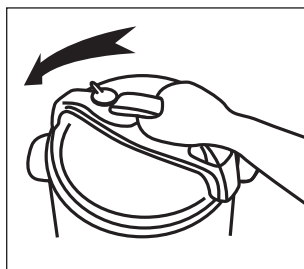

Рисунок 8
4. Закройте Крышку (2), для этого выполните действия описанные ниже.
- Проверьте, чтобы Уплотнительное кольцо (20) было правильно расположено и надежно зафиксировано в Крышке (2) прибора. Убедитесь, что Уплотнительное кольцо (20), находится внутри Внутреннего стального кольца (21).
- Если Уплотнительное кольцо (20) плохо закреплено или неправильно расположено, зафиксируйте его во Внутреннем стальном кольце (21) должным образом.
- Возьмите Крышку (2) за Ручку (1), и накройте прибор Крышкой (2) как показано на рис. 8. Поверните Крышку (2) против часовой стрелки до упора (см. рис. 8, 9), при этом Вы должны услышать легкий щелчок. Это означает что Крышка (2) надежно зафиксировалась в нужном положении.